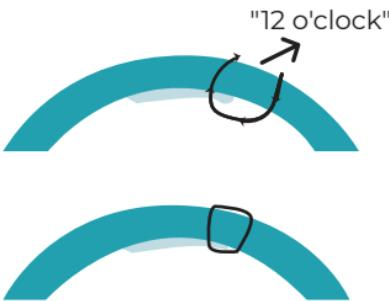

Abb. 2 EndoArt®-Nähte
23. Vernähen Sie das Implantat (einfache Naht, nicht resorbierbar, genau auf 12 Uhr senkrecht zur Mitte, gemäß Abb. 2). Die vertikale Ausrichtung der Naht ist wichtig, um eine Dezentrierung zu verhindern. Das Nahtmaterial wird frühestens 12 Wochen nach dem offensichtlichen Anhaften entfernt. Wir empfehlen eine Entfernung nach 6 Monaten nach gutem Anhaften.